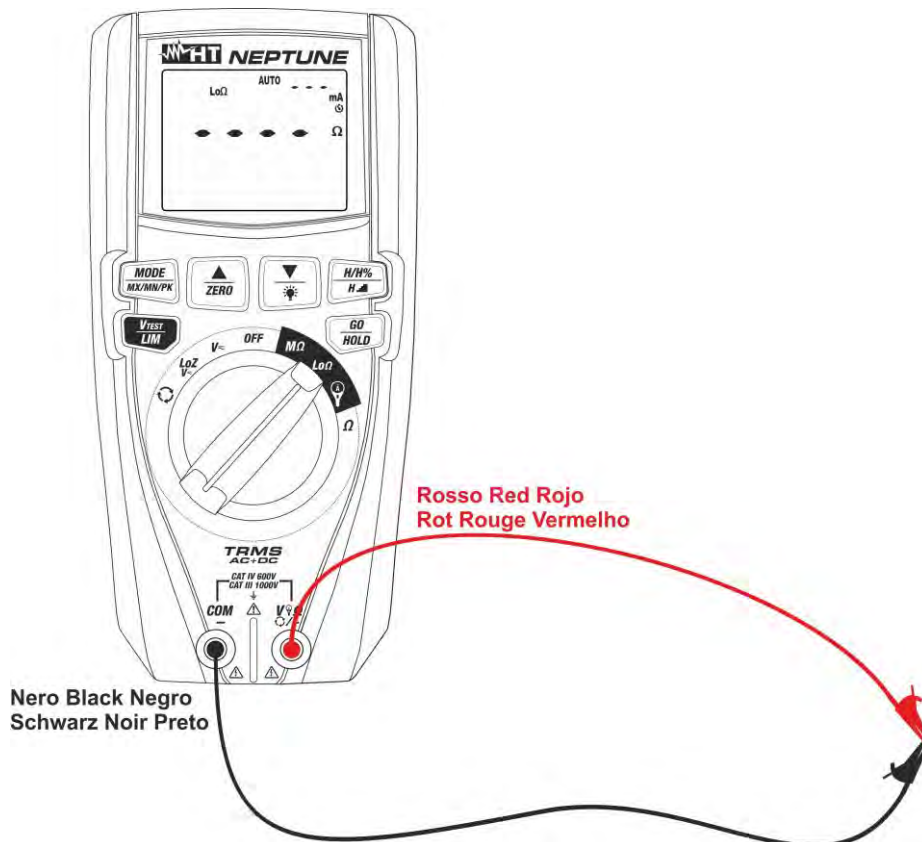

Abb. 32: Verbindung der Kabel in der Funktion Kompensation
2. Verbinden Sie die Messleitungen mit den Eingangsbuchsen **V Ω /+** und **COM/-**. verbinden Sie die Krokodilklemmen und schließen Sie die Enden der Kabel untereinander kurz (siehe Abb. 32).